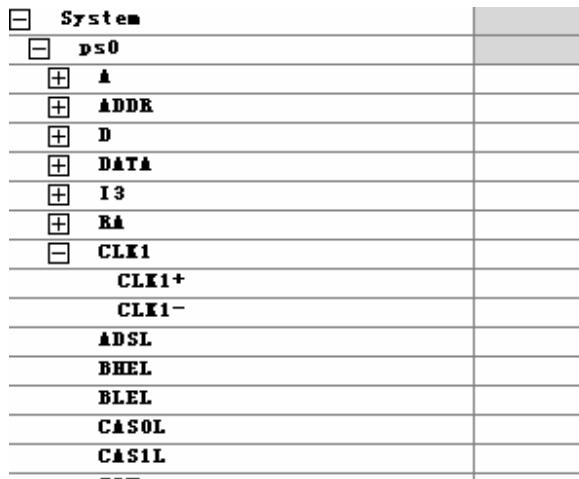

图 3-9 差分对显示
5. 点击 **Close** 按钮。查找生成的差分对, 请见图 3-9。